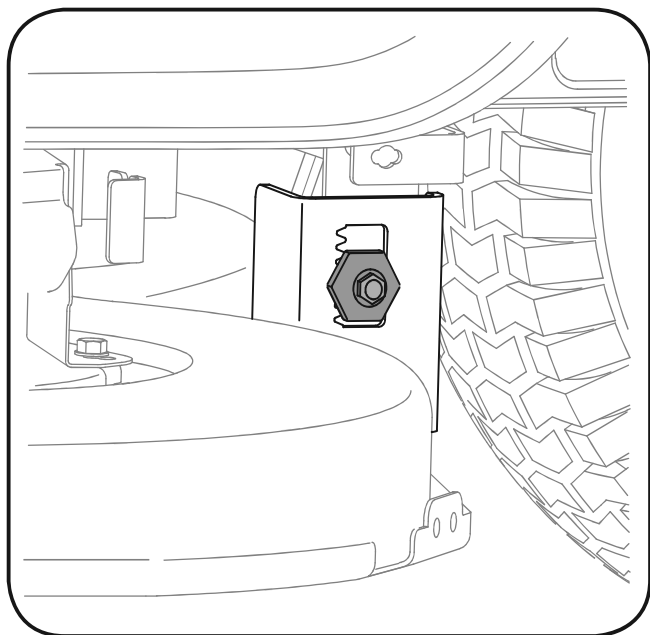

Figura 5-2
3. Afrouxe, mas não remova, o parafuso hexagonal no lado esquerdo do suporte da plataforma. Ver a figura 5-2.